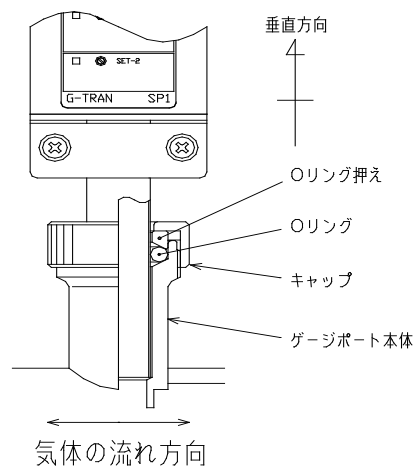

図2-2.SP1の取り付け
- ・取り付けは、測定子取り付け開口面が気体の流れに平行になるように行って下さい。特に気体等が測定子内にピラニム状で入らないようにして下さい。(図2-2参照)
- ・できる限りフィラメントが重力に垂直になるように取り付けして下さい。(図2-2参照)